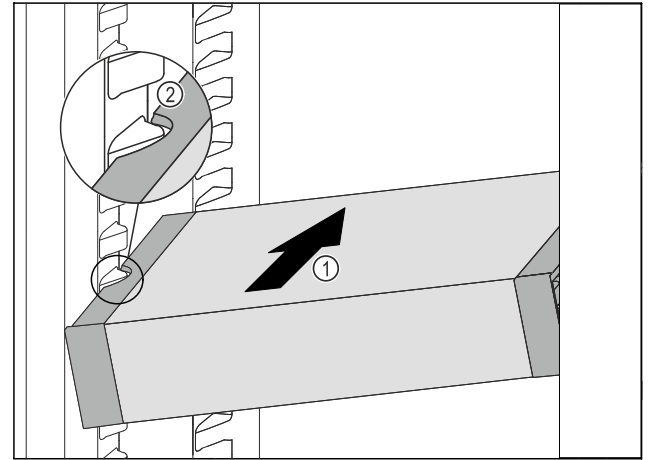

Fig. 123
- ▶ VarioSafe çekmecesini, VarioSafe çekmecesinin yandaki boşlukları Fig. 123 (2) soğutma bölümündeki yerleştirme çıkıntıları yüksekliğine gelene kadar eğik bir şekilde soğutma bölümüne sokun Fig. 123 (1).